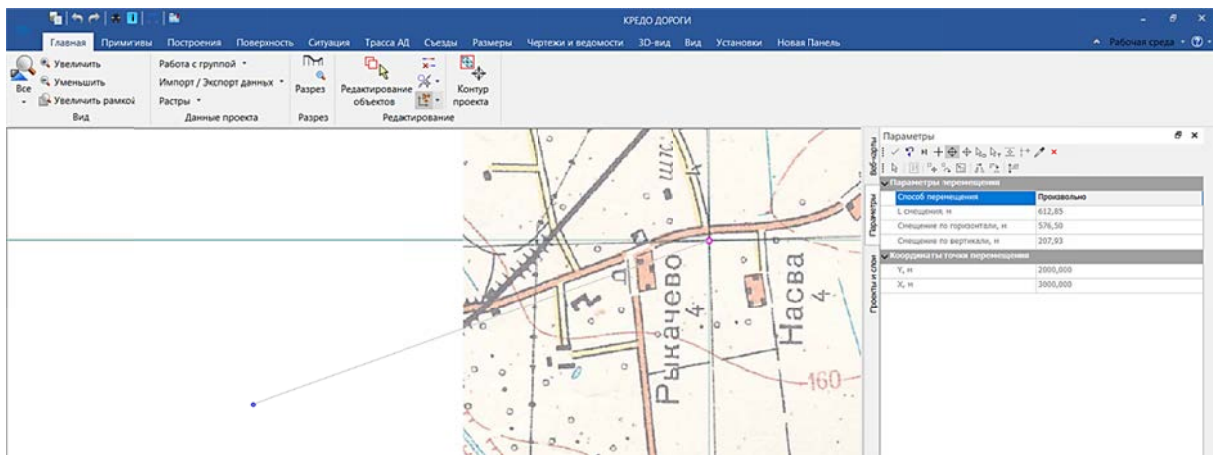

Рис. 8.6. Команда **Параллельный перенос** с перемещением **Произвольно**
– Выполните совмещение координатной сетки Проекта с координатной сеткой растра с помощью команды ПАРАЛЛЕЛЬНЫЙ ПЕРЕНОС (рис. 8.6).